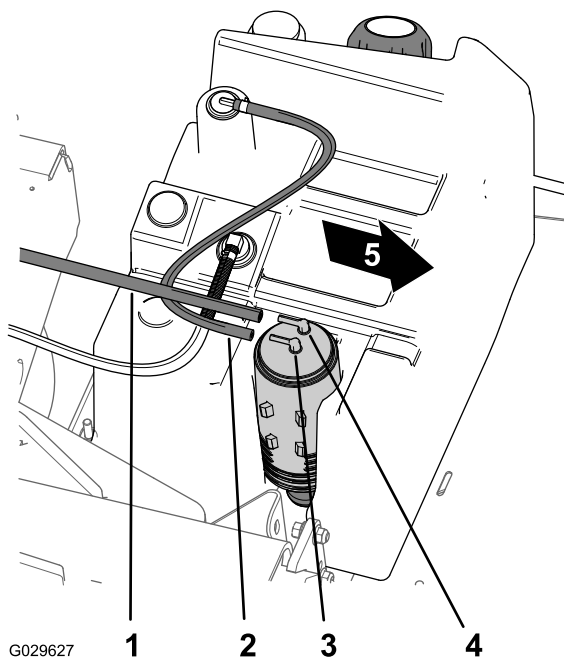

Figura 44
- Retire la manguera de aspiración del acoplamiento del cartucho de carbón marcado "Purge" (purga) (Figura 44).
2. Retire la manguera del depósito de combustible del acoplamiento del cartucho de carbón marcado "Fuel Tank" (depósito de combustible) (Figura 44).
8. Conecte la manguera de aspiración al acoplamiento del cartucho de carbón marcado "Purge", y la manguera del depósito de combustible al acoplamiento marcado "Fuel Tank" (Figura 44).